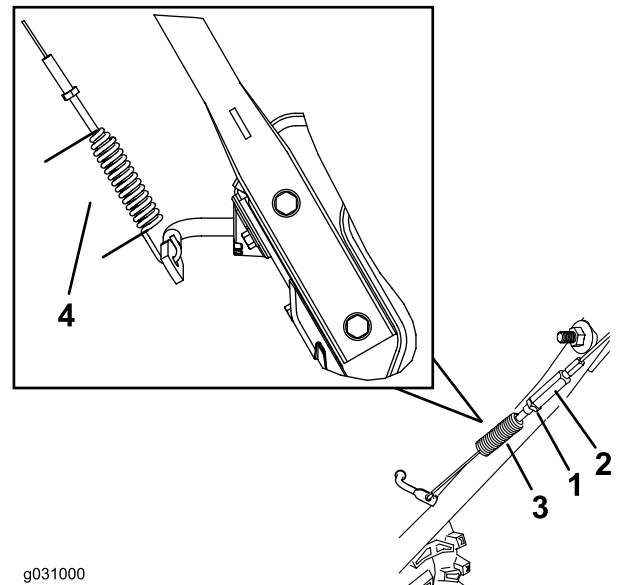

Figure 38
3. Desserrez ou serrez le tendeur pour régler la longueur du ressort à 7 cm (Figure 38).
4. Serrez le contre-écrou (Figure 38) en vérifiant que le câble est légèrement tendu.